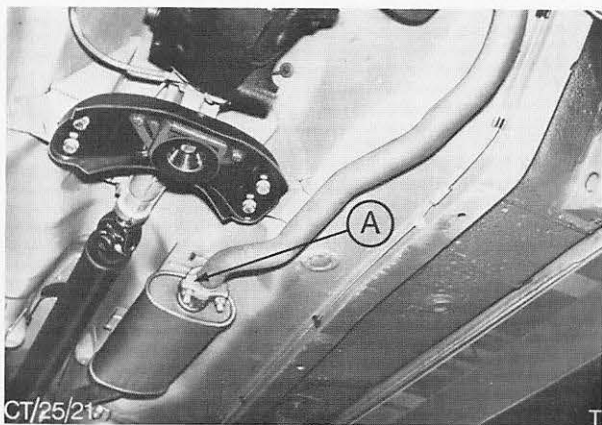

Abb. 31 Verlauf des Vorderrohrs beim OHV-Reihenmotor
3. Klemmschelle – Vorderrohr am Vorschalldämpfer abbauen, Abb. 31.